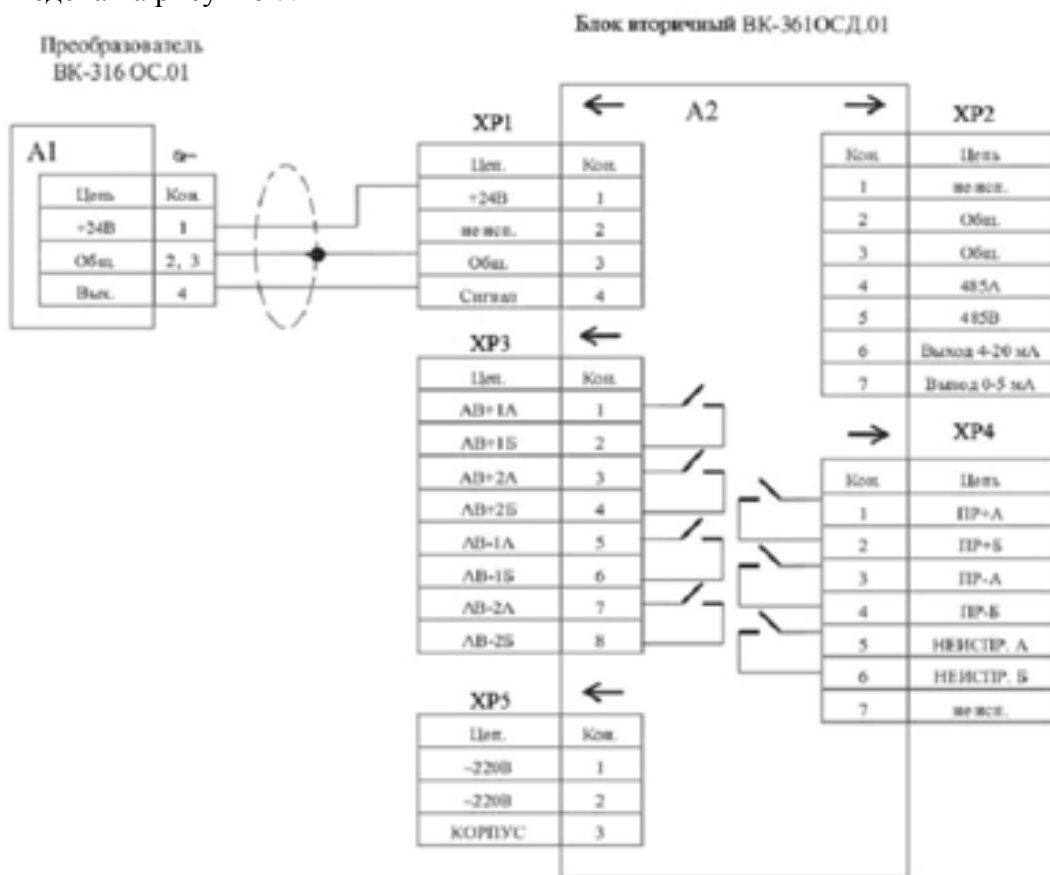

Рис. 7. Схема соединения преобразователя ВК-316ОС.01 и блока вторичного ВК-361ОСД.01.
- Провести соединение блоков по схеме соединения, приведенной на рис. 7. Кабель от усилителя согласующего должен иметь две жилы, заключенные в экран.